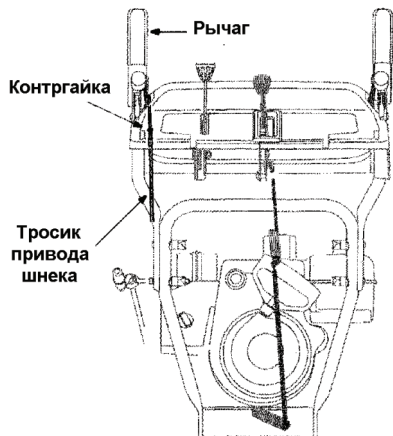

Рисунок 3
- 3.** В том случае, если требуется отрегулировать трос привода шнека – ослабьте контргайку и протяните трос вперед (в случае провиса) или вытяните его (если он слишком натянут). Смотрите рисунок 3.